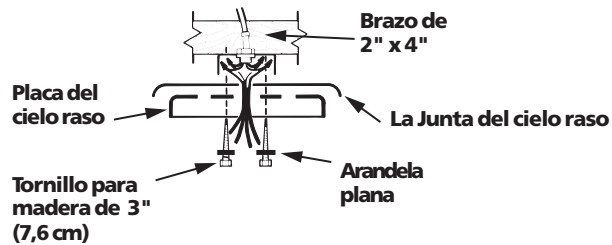

Figura 2b - Forma de fijar la placa del cielo raso sobre el brazo de 2" x 4".
7. Coloque una arandela plana sobre cada uno de los dos tornillos de 3" (7,6 cm). Pase los tornillos a través de los agujeros ranurados en la placa del cielo raso, como se muestra en la Figura 2b.